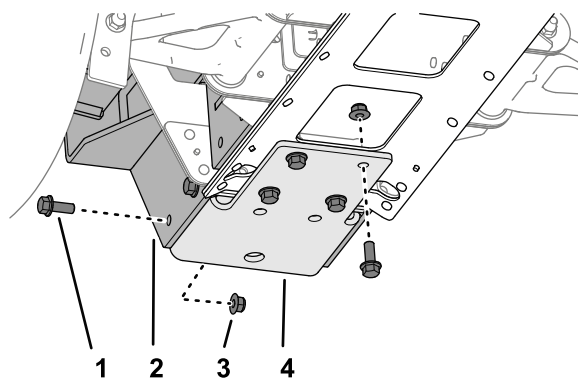

Рисунок 52
1. Установите, не затягивая, нижний кронштейн, крепление подборщика мячей и среднюю пластину швеллера, как показано на Рисунок 52, с помощью 8 фланцевых болтов (3/8 x 1 дюйм) и 8 фланцевых контргайек (3/8 дюйма).
3. Отверните 8 фланцевых болтов ($\frac{3}{8}$ x 1 дюйм), 8 фланцевых контргаяк ($\frac{3}{8}$ дюйма), снимите нижний кронштейн и крепление подборщика мячей с автомобиля (**Рисунок 52**).